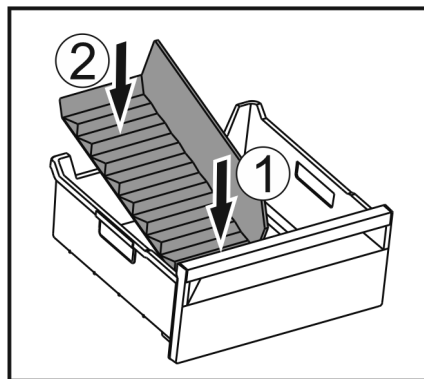

Fig. 79
- ▶ Voorste deel van de ijsvak-scheider plaatsen. Fig. 79 (1)
- ▶ Achterste deel van de ijsvak-scheider tot de bodem van de lade laten zakken. Fig. 79 (2)